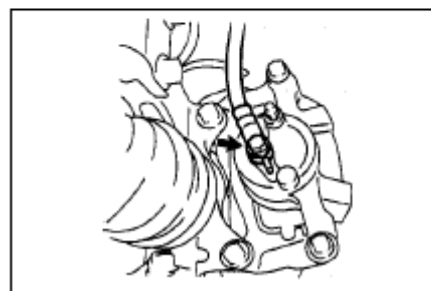

Рис. 287
(2) Установите с помощью болта новую прокладку и трубку. (рис. 287)